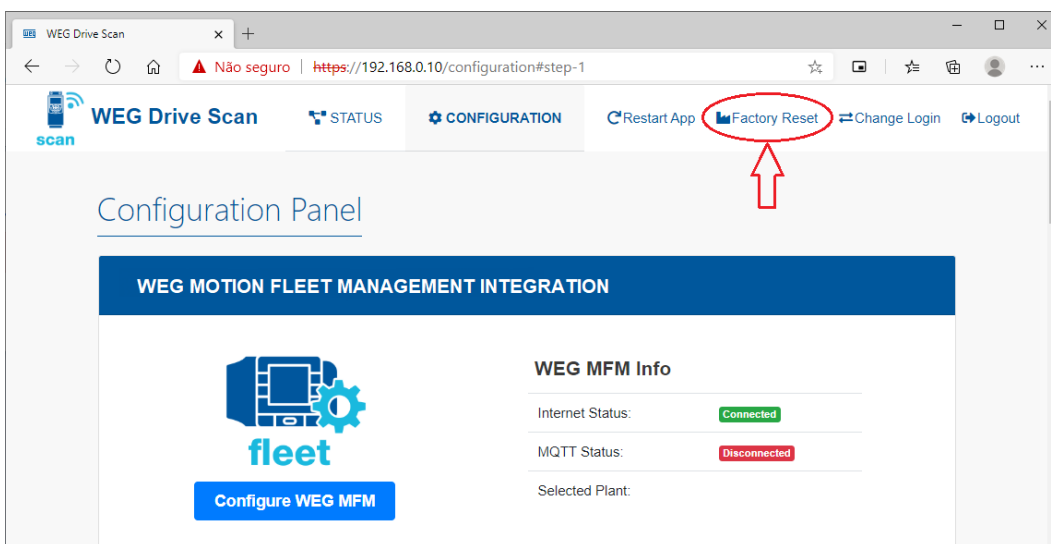

Figura 6.21: Comando de reset estándar de fábrica del Drive Scan
- utilice la opción de resetear para el estándar (Figura 6.21);